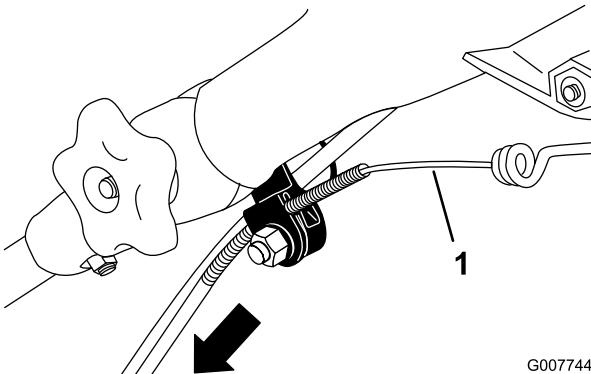

Figure 45
- Tirez la gaine du câble vers le bas jusqu'à ce qu'il n'y ait plus de mou dans le câble exposé (Figure 45).